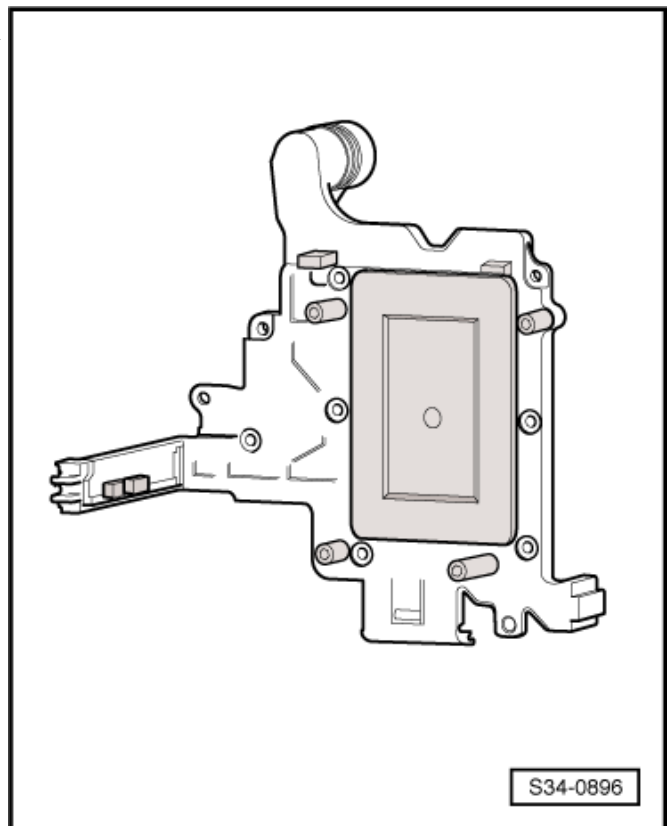

Abb. 2: Geber für Getriebeeingangsdrehzahl -G182- und Temperaturgeber für Kupplung -G509- ►
- ☐ Einbauort ⇒ Abb. 2 in **34-1** Seite 3